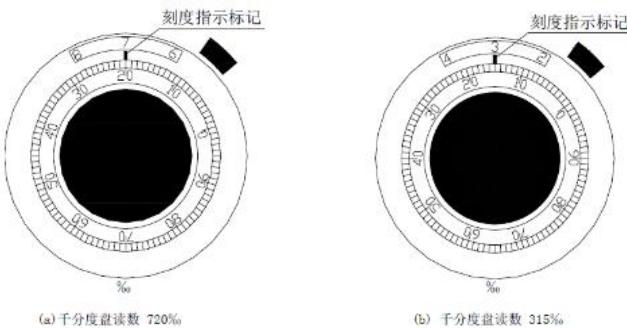

图 2 千分指示器读数
- 9、**定位千分比调节：**为电桥电阻调节旋钮，外圈数字对应为 100%，内圈对应为 10%、1%。读数 P% = 外圈数字 + 内圈数字，如图 2 (a) 读数应为 720%，图 2 (b) 读数应为 315%。